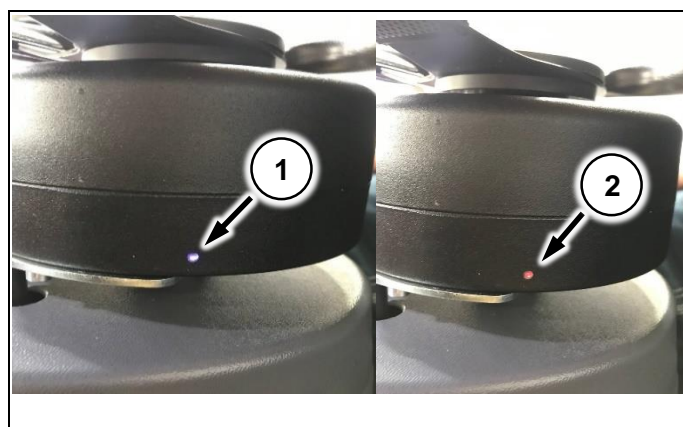

Рис. 22
- Далее ждем 10 сек. пока светодиод на моторе загорится красным (Поз. 2) (Рис. 22).
Ждем 15 сек пока светодиод на моторе не загорится непрерывно (Поз. 2) (Рис. 22)!!!